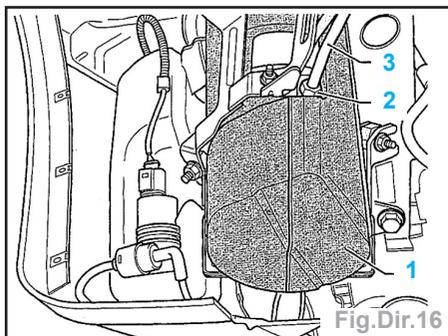

Fig.Dir.16
- Placer un bac récupérateur sous le groupe électro-hydraulique (1) (Fig.Dir.16).
- Dévisser l'écrou (2) de la canalisation (3).